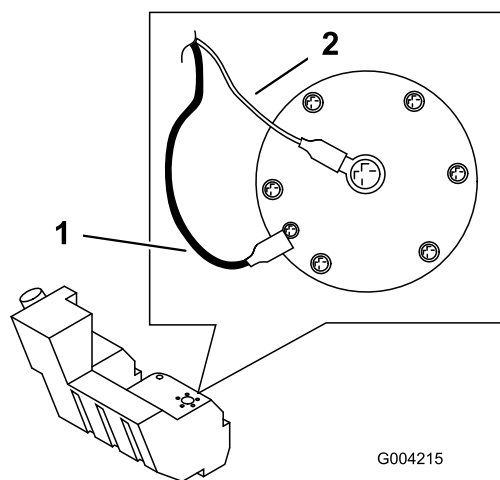

Bild 59
12. Ziehen Sie die beiden Kabel ab, die zur rechten Tankseite führen (Bild 59).
19. Auf der rechten Seite des Tanks verbinden Sie das orange Kabel mit dem inneren Pol und das schwarze Kabel mit dem äußeren Pol (Bild 59).